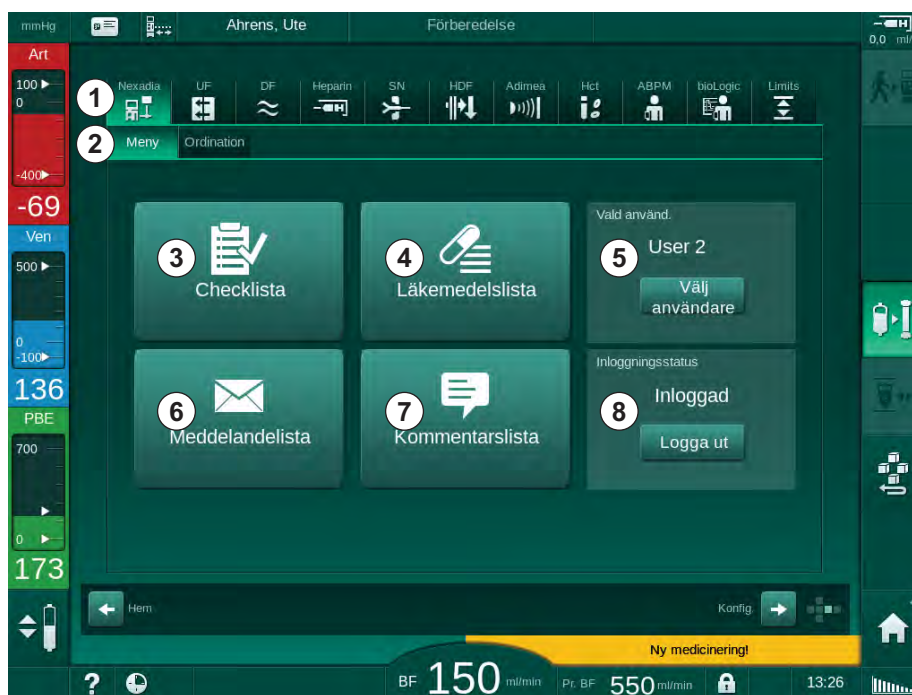

Bild 11-30 Nexadia-menyn på skärmen *Inmatning*
Vid användning av Nexadia kan maskinen skicka och/eller ta emot information (t.ex. meddelanden, kommentarer och listor) mellan maskin och dataserver. Det finns också ett val av användare. Dessa funktioner hanteras i Nexadia-menyn. Den här menyn öppnas genom att man trycker på *Nexadia*-ikonen (Bild 11-30 , ① ) och *Meny*-knappen ② på skärmen *Inmatning*.